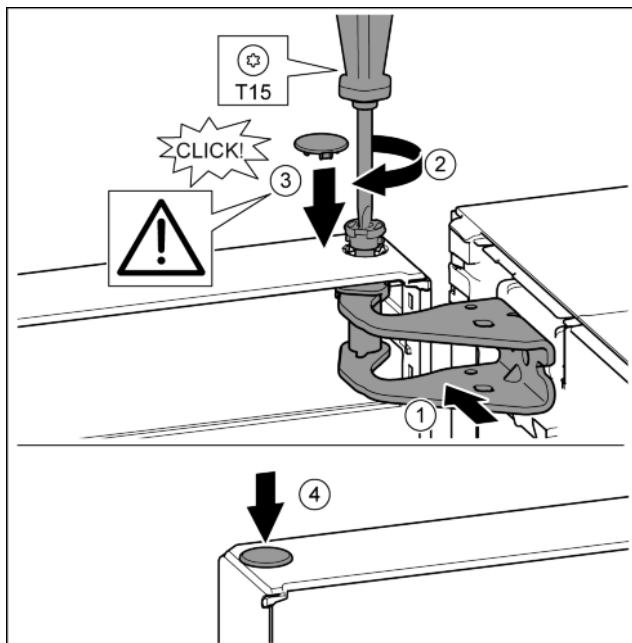

Fig. 22
- ▶ Wyrównać drzwi u góry względem otworu w płytce zawiasu. *Fig. 22 (1)*
- ▶ Założyć sworzeń i dokręcić śrubokrętem T15. *Fig. 22 (2)*
- ▶ Zamontować osłonę bezpieczeństwa w celu zabezpieczenia drzwi: Włożyć osłonę zabezpieczającą i sprawdzić, czy przylega ona do drzwi. Ponadto założyć cały sworzeń. *Fig. 22 (3)*
- ▶ Założyć zatyczkę. *Fig. 22 (4)*